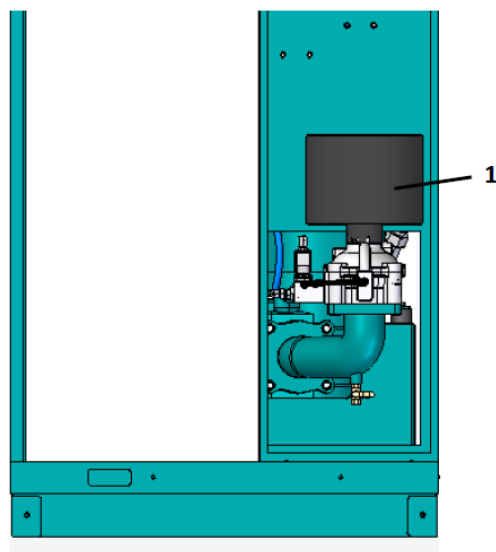
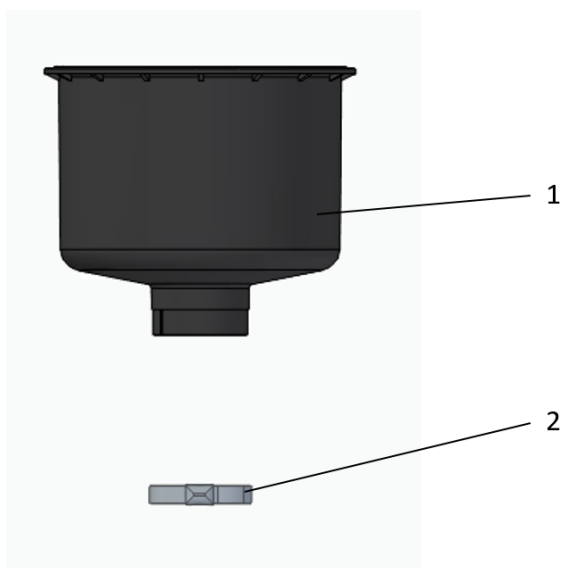

图 41：空气滤清器
图 42：取下进气过滤器
4. 松开进气过滤器(图 41/1)上的固定夹(图 42/2)。
5. 取下进气过滤器 (图 42/1)。
6. 装上新的滤芯(图 42/1)。
7. 锁紧进气过滤器上的固定夹(图 42/2)。